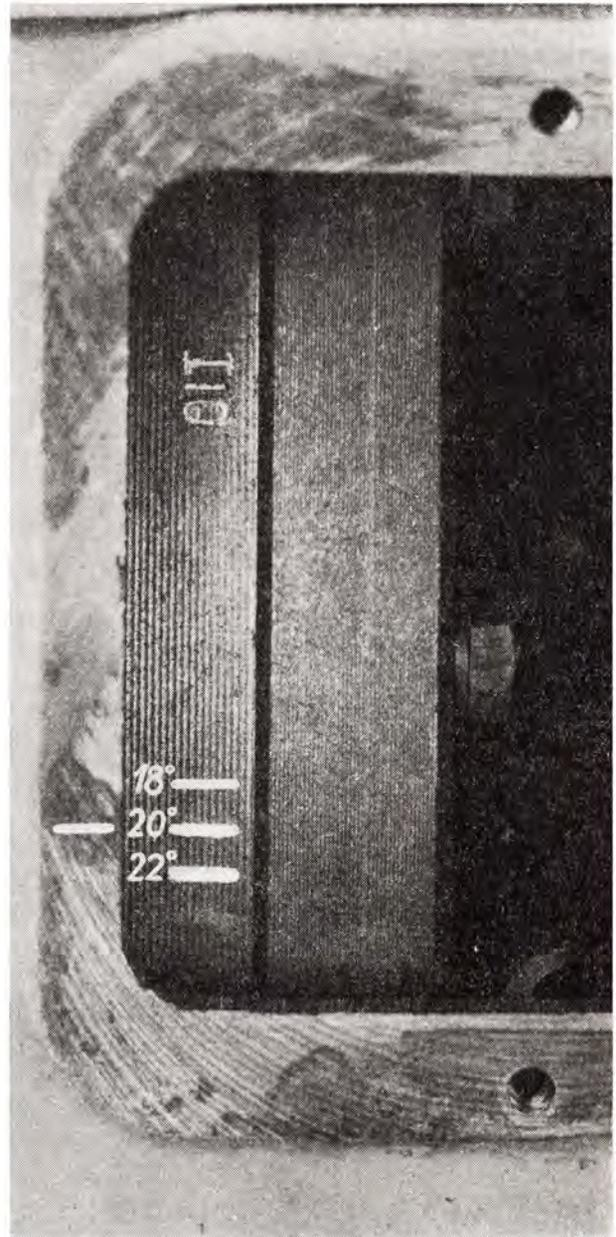

Abb. 35
Am Schlepper Zetor 2511, Zetor 3511 und Zetor 4511 ist der Einspritzbeginn auf  $20^\circ$  vor dem OT eingestellt, d. h., der Kolben ist vom OT 4,5 mm entfernt. Am Schwungrad ist der Einspritzbeginn mit einer Marke mit der Nummer  $20^\circ$  bezeichnet (die Angaben gelten für den Kolben des ersten Zylinders). Unter dem Deckel an der Seite des Getriebekastens ist auf der Anliegefläche eine Marke, die sich bei richtigem Einspritzbeginn mit der dritten Marke am Schwungrad (Abb. 35) decken muss. Am Schwungrad befinden sich drei Marken mit der Bezeichnung  $18^\circ$ ,  $20^\circ$  und  $22^\circ$ . Die einzelnen Bezeichnungen zeigen an, um wieviel Grade der Kolben des ersten Zylinders vor dem oberen Totpunkt steht. Die mit „O“ bezeichnete Marke am Schwungrad bedeutet, dass sich der Kolben des ersten Zylinders am oberen Totpunkt befindet.
8. Durch Drehen der Kurbelwelle wird Kraftstoff in das Kapillarrohr gefördert. Bei weiterem Drehen ist die Kraftstoffoberfläche im Kapillarrohr aufmerksam zu beobachten; im Augenblick der geringsten Oberflächenbewegung soll sich die Marke am Schwungrad mit der Marke am Getriebegehäuse (Abb. 35) decken.